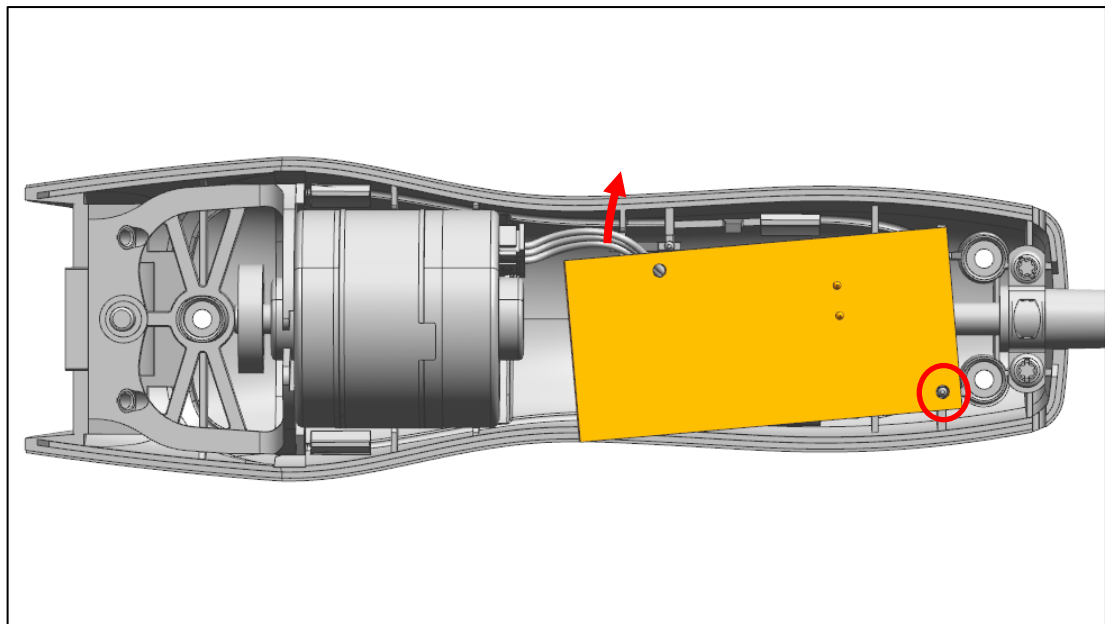

Abb. 36
- c) Stecken Sie die Platine zuerst auf den hinteren Dom im Gehäuseunterteil. Schwenken Sie diese dann ein, um die Platine auf dem zweiten Dom zu fixieren (Abb. 36).